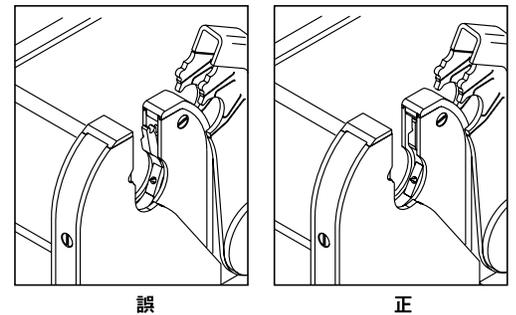

図 17：ローターのホーム・ポジション
10. 「HOME (ホーム)」を押して、ローターをホーム・ポジションに戻します (図 17 参照)。